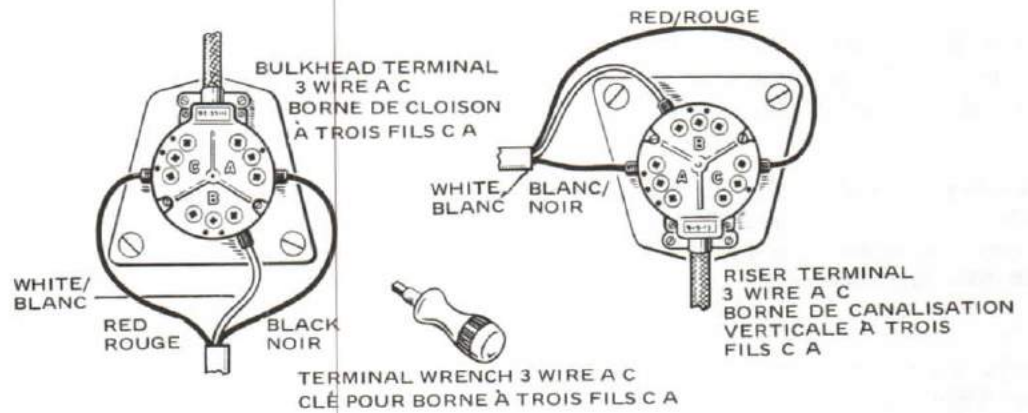

Figure 8-48
6. Fixed risers ending in terminals are fitted for the vertical runs of the casualty power system. The horizontal runs are portable and normally stowed on racks in the compartment where they are to be used. Where the runs must pass through a bulkhead, terminals are fitted to ensure that watertight integrity is not compromised. See Figure 8-48.
6. Les lignes verticales du réseau sont constituées de canalisations rigides qui se terminent par des bornes. Les lignes horizontales sont amovibles et elles sont habituellement rangées dans des râteliers dans le compartiment où on les installera. S'il faut qu'une ligne traverse un cloison, on installera une borne au point de traversée afin de préserver l'étanchéité des compartiments (voir la figure 8-48).